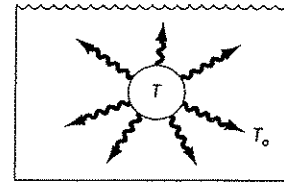

FIGURA P21.28
21.28 A taxa de resfriamento de um corpo (Figura P21.28) pode ser expressa por